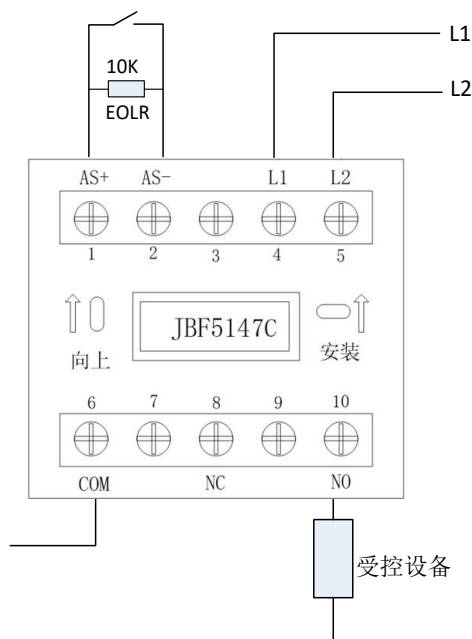

图 3 输出接线方式
- ◆ NO(端子 10)、COM（端子 6）：接被控设备（无源触点）。模块启动后 NO(端子 10)和 COM（端子 6）切换为闭合状态，见图 3。